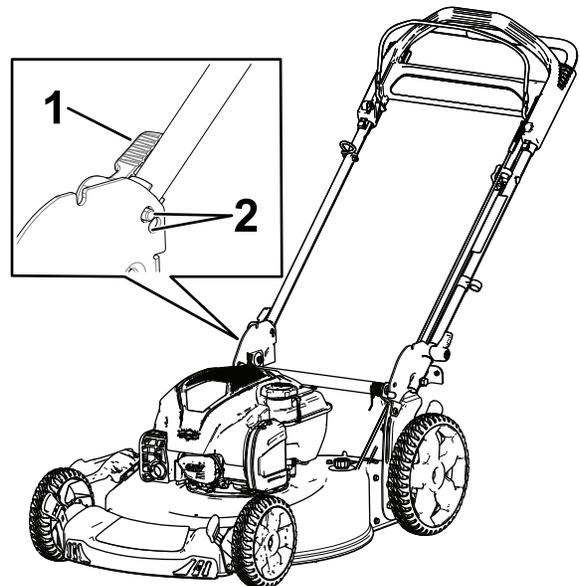

**Bild 3**
1. Lösen Sie die Holmarretierung (Bild 3).
2. Stellen Sie den Holm nach hinten in die Betriebsstellung (Bild 3).